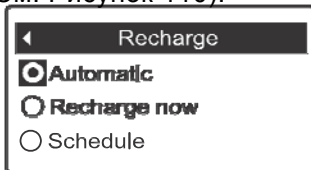

РИС. 110
4. Нажать кнопку ВЫБОР (O) для отображения меню Заправки (См. Рисунок 110).